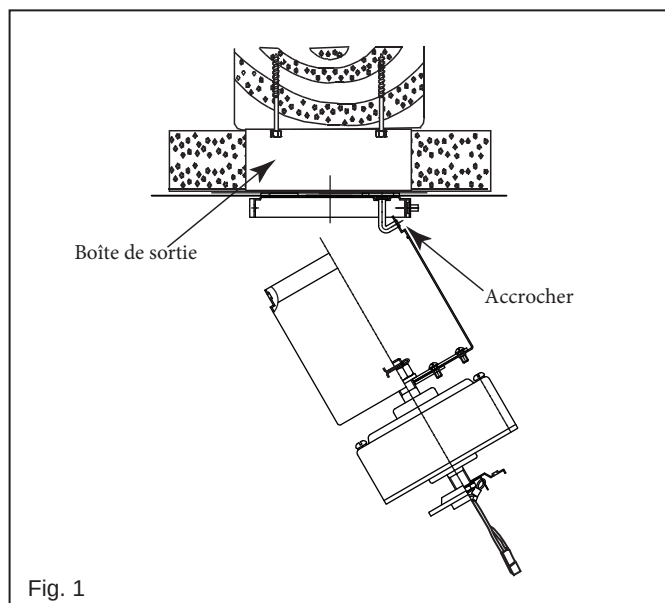

Fig. 1
1. Insérez le récepteur dans le boîtier du moteur avec le côté plat du récepteur face au plafond. (Fig. 1) Pour de meilleures performances, assurez-vous que l'antenne noire et l'antenne WIFI, à l'extrémité du récepteur, restent étendues et ne s'emmêlent avec aucun des fils électriques.